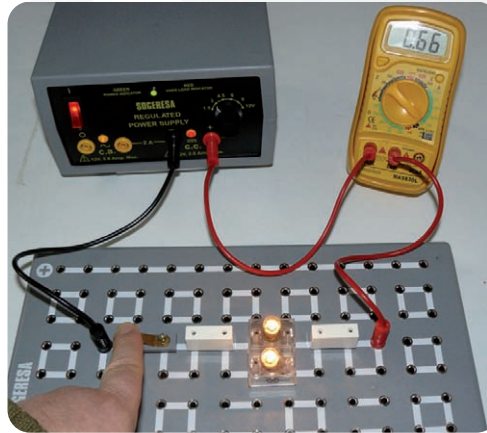

Figura 3
5. Situar ahora las dos lámparas en paralelo, [figura 3] utilizando de nuevo la salida de 3V c.c. ¿Lucen igual que con una sola?